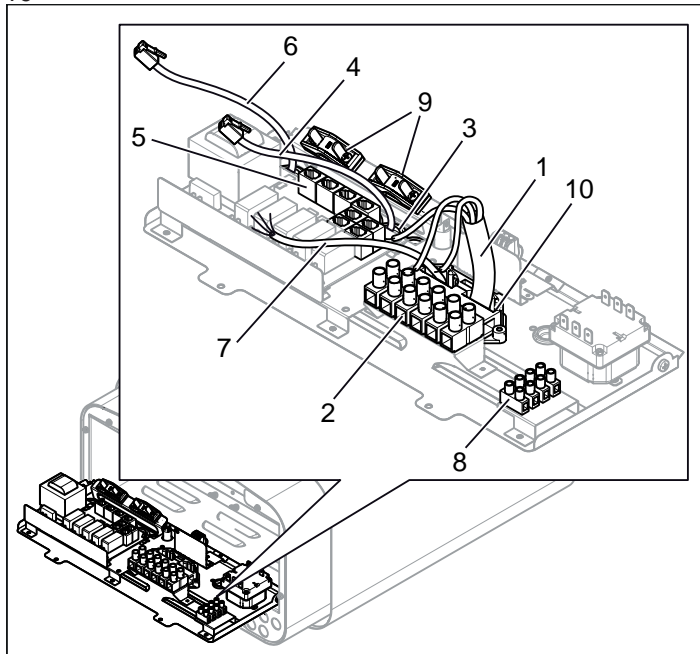
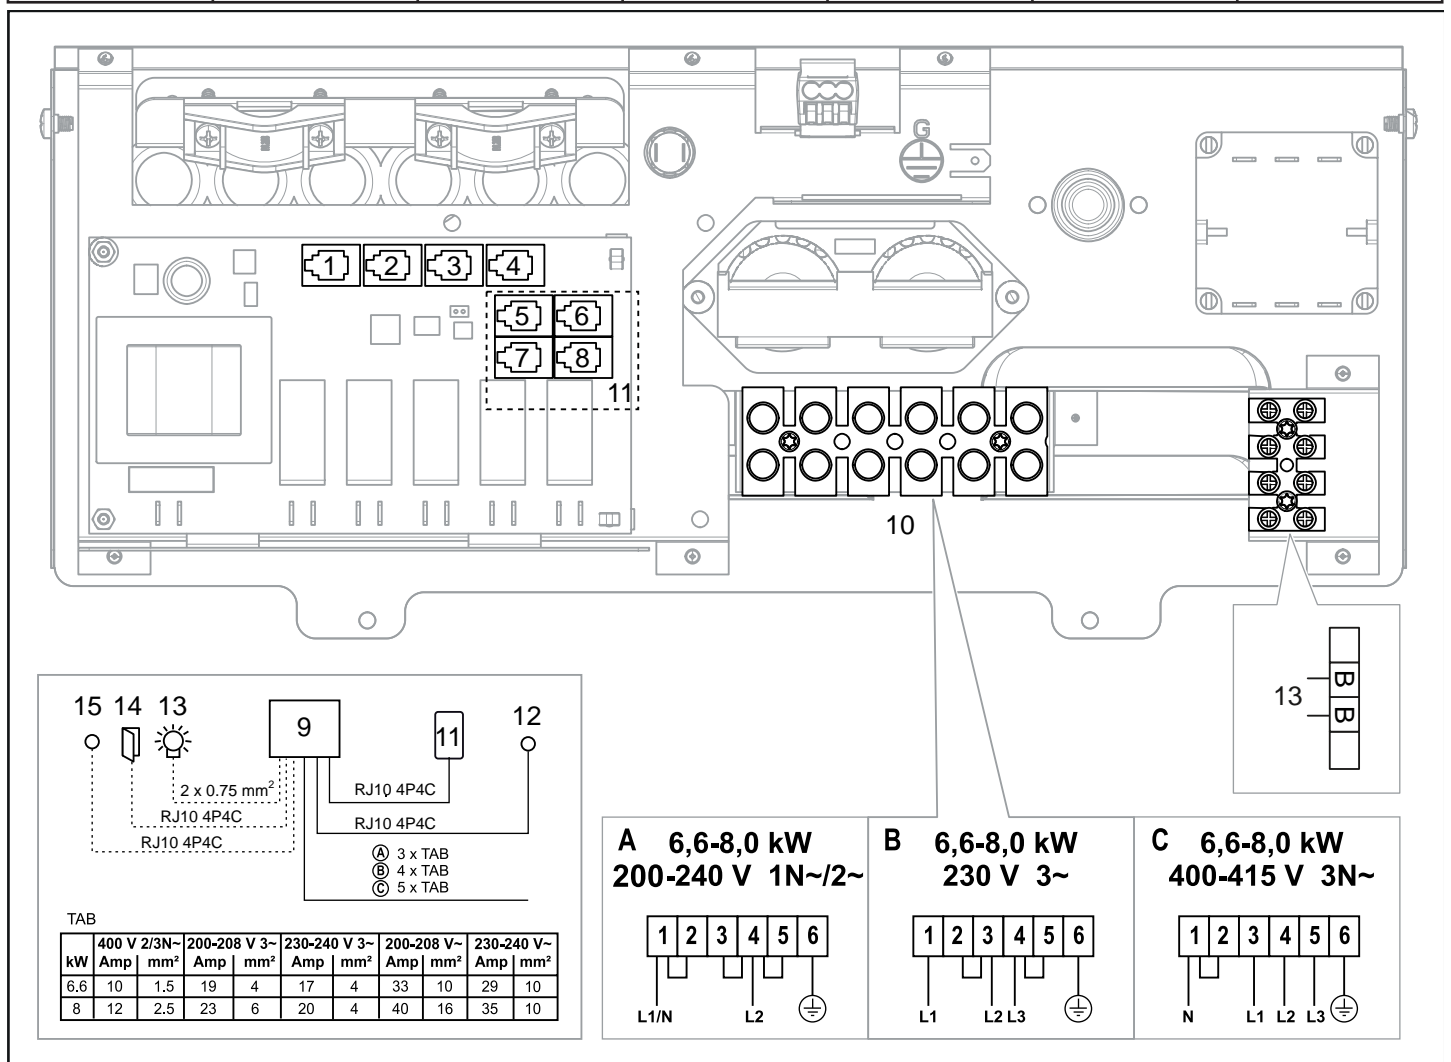

Abb. 9: Platine
Abb. 17: Schaltplan
3. Schließen Sie das Stromkabel (1) gemäß dem Schaltplan, siehe Abschnitt „Anschluss/Schaltplan“, Seite 17, an die Klemme (2) an, siehe Abb. 9.
4. Ziehen Sie die Kabel für die Steuerung und den Temperatursensor durch die Kabeldurchführungen (3). Schließen Sie das Kabel (4) der Steuerung gemäß dem Schaltplan, siehe Abschnitt „Anschluss/Schaltplan“, Seite 17, an eine der vier RS485-Buchsen (Position 5-8) (5) an, siehe Abb. 9.
5. Schließen Sie das Kabel (6) des Sensors gemäß dem Schaltplan, siehe Abschnitt „Anschluss/Schaltplan“, Seite 17, an die NTC-Buchse der Platine (Position 1) (5) an, siehe Abschnitt „Anschluss/Schaltplan“, Seite 17.
6. Schließen Sie gegebenenfalls das Kabel für die Beleuchtung (7), siehe Abb. 9, gemäß dem Schaltplan, siehe Abb. 17, Seite 17, an die Klemme (8) an.
Bei Anschluss an Spannungen oder Phasen, die nicht im Schaltplan Abb. 17 verzeichnet sind, wenden Sie sich an den Tylö-Kundenservice.